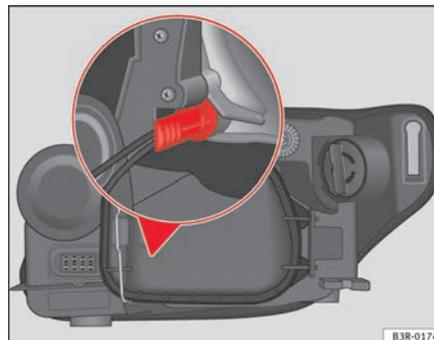

Fig. 198 Luz de presença. Pega do porta-lâmpadas na posição vertical
- Introduza a lâmpada no casquilho, de forma que a pega do porta-lâmpadas fique com a face na posição vertical ⇒ página 268, fig. 198 e pressione sobre ele.